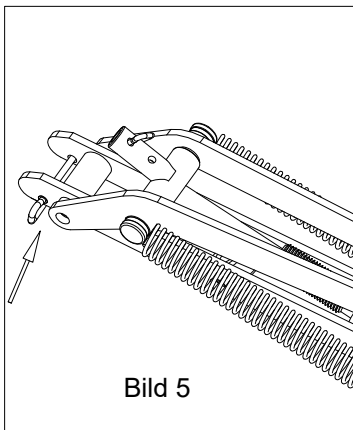

Bild 5
Följ samma procedur som beskrivits ovan förutom att plastlocket tas bort från T-kopplingen (4) och hålet >>b<< används för att montera sprinten (5). Sätt även i stoppsprinten (6) på arm B (7). Se bild.5.